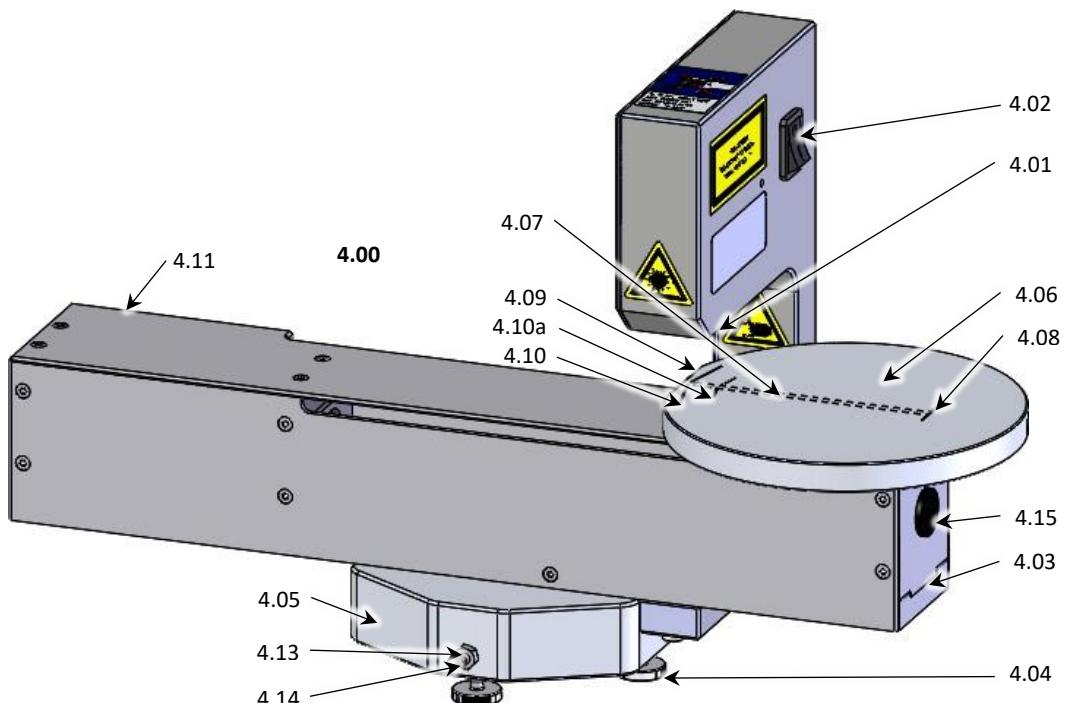

Abb. 1 Frontansicht der Positioniereinrichtung
- Stecken Sie den 9-poligen Sub-D-Stecker der Zuleitung BE 4 - DTE II in die Buchse der Positioniereinrichtung (4.11, Abb.1) und ziehen Sie die Schrauben fest.